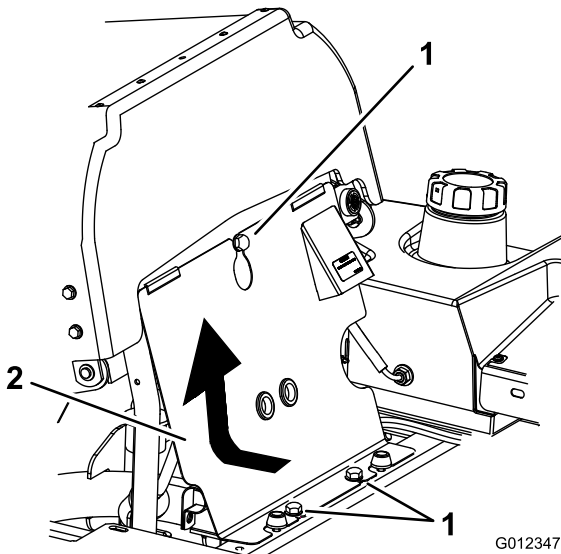

Figura 45
1. Incline el asiento hacia adelante, afloje los pernos y retire el panel delantero del motor (Figura 45).